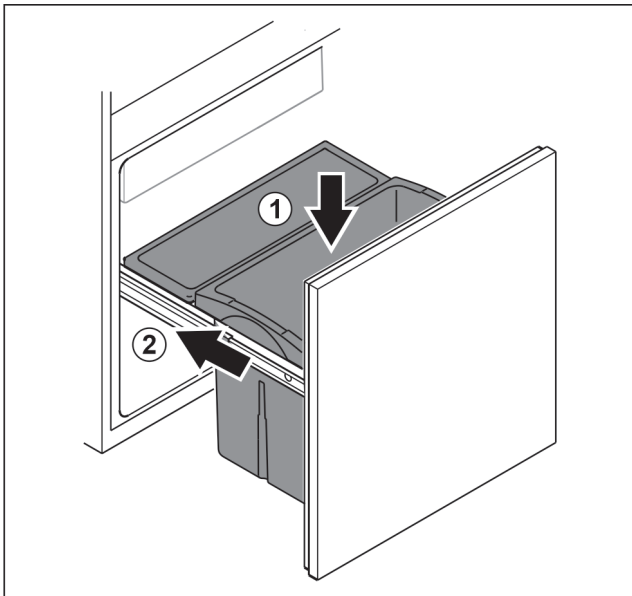

Fig. 88
- ▶ Вставьте выдвижной ящик сверху. Fig. 88 (1)
- ▶ Вставьте выдвижную тележку. Fig. 88 (2)